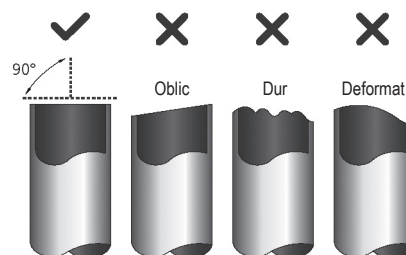

Fig. 6.1
1. Asigurați-vă că țeava este tăiată la un unghi perfect de 90°. Consultați Fig. 6.1 pentru exemple de tăieturi greșite